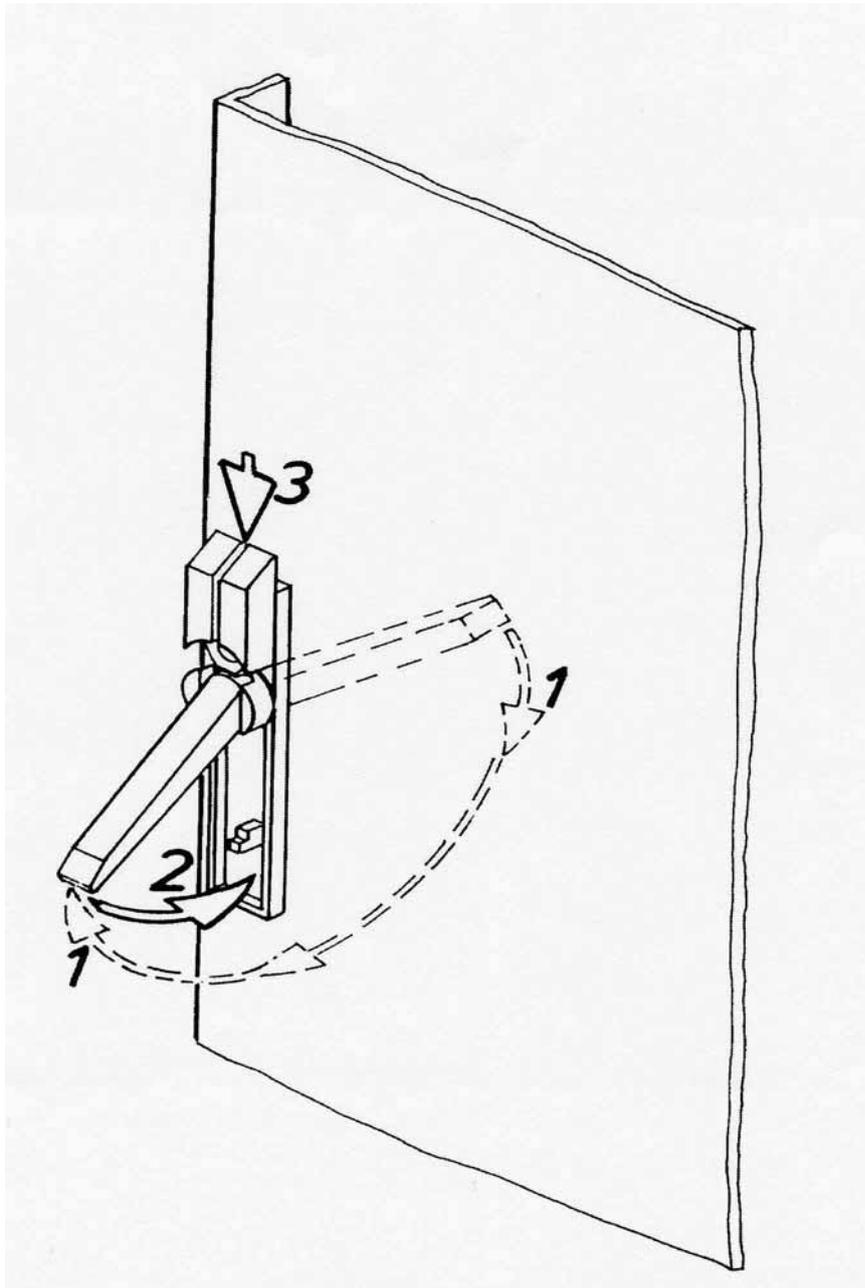

Рис. 4: Монтаж/демонтаж замка и запорной системы
3.2.6. Запорная система (см. рис. 4)